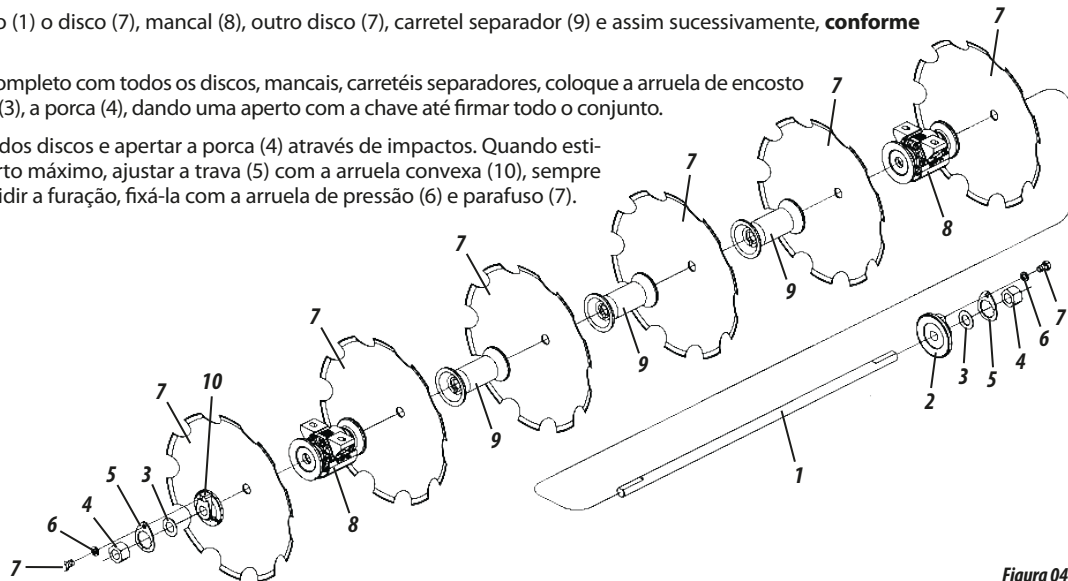

Figura 04
MONTAGEM DA SEÇÃO DE DISCOS (FIGURA 04) GDOB 78 / 90 DISCOS
- 01 - Coloque no eixo (1) a arruela de encosto côncava (2), depois arruela (3), a porca (4), a trava (5) fixando-a com a arruela de pressão (6) e parafuso (7).
- 02 - Em seguida, coloque no eixo (1) o disco (7), mancal (8), outro disco (7), carretel separador (9) e assim sucessivamente, **conforme mostra a figura 04.**
- 03 - Quando o conjunto estiver completo com todos os discos, mancais, carretéis separadores, coloque a arruela de encosto convexa (10), a outra arruela (3), a porca (4), dando uma aperto com a chave até firmar todo o conjunto.
- 04 - Feito isso, calçar o conjunto dos discos e apertar a porca (4) através de impactos. Quando estiver quase conseguindo aperto máximo, ajustar a trava (5) com a arruela convexa (10), sempre apertando a porca até coincidir a furação, fixá-la com a arruela de pressão (6) e parafuso (7).